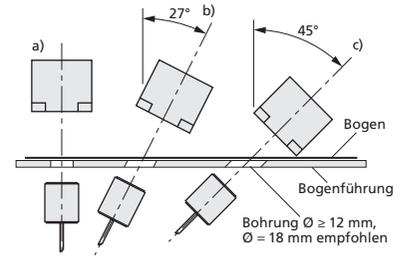

Bild 3: Einbaulagen
- Falls Sie den Sender versenkt einbauen bzw. eine Bogenführung zwischen Sender und Empfänger vorgesehen haben, muss die Bohrung einen Durchmesser von ≥12 mm haben, empfohlen wird ein Durchmesser von 18 mm (Bild 3).